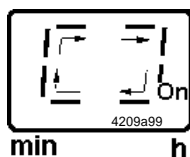

Fig. 19 – Affichage continu en vert, temps de travail
- est déclenché au moyen de la touche ci-contre (Fig. 21). Appuyer pendant plus de 2 secondes sur la touche. Après cela, le segment en circulation, Fig. 19, est visible sur le clavier à membrane ;